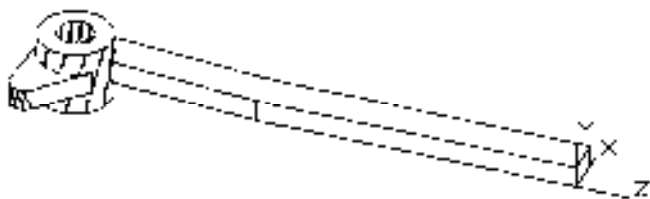

图 10-106 建立新坐标系
② 在命令行中输入“UCS”命令，将坐标系移动到把手端点，旋转坐标系，结果如图 10-106 所示。